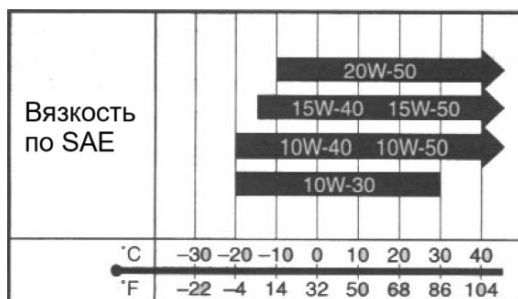

Рис. 18 Выбор вязкости
[Подбор] (Рис.18)
- вязкость по SAE согласно диаграмме на рис. 18.